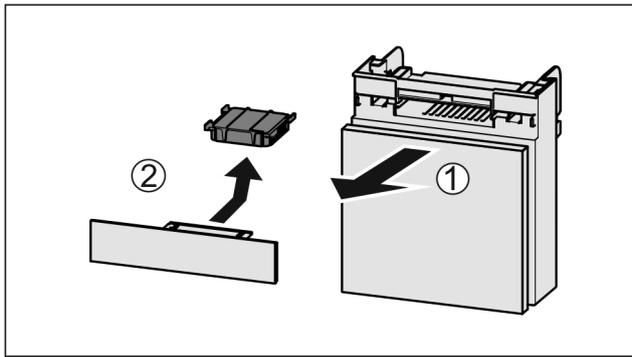

Fig. 62
- ▶ Retire el compartimento hacia delante Fig. 62 (1).
- ▶ Retire el filtro de carbón activo Fig. 62 (2).